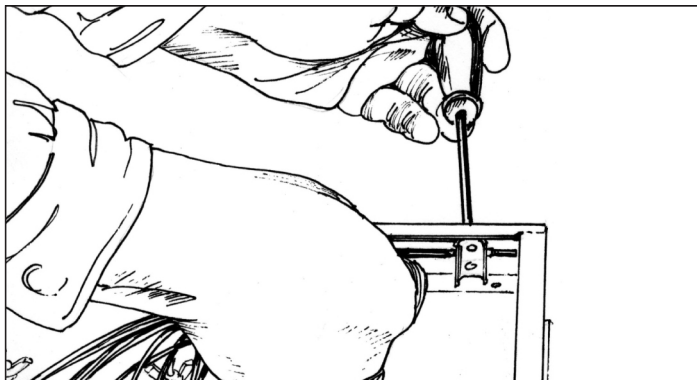

Рисунок 4.4 – Крепление ЦСЭ к шкафу
4.1.6 Отрезать кусачками или тросокусами необходимую длину ЦСЭ и зафиксировать ЦСЭ накладкой крепления (рисунок 4.4).